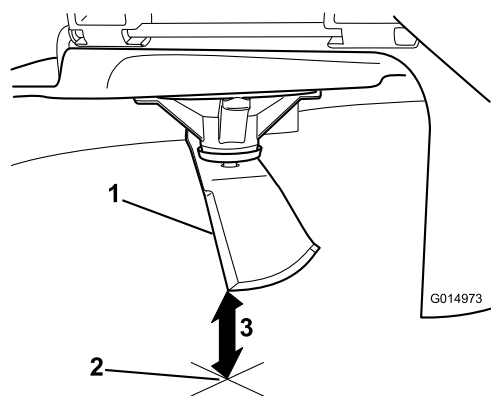

Figura 62
3. Meça da ponta da lâmina até à superfície plana (Figura 62).